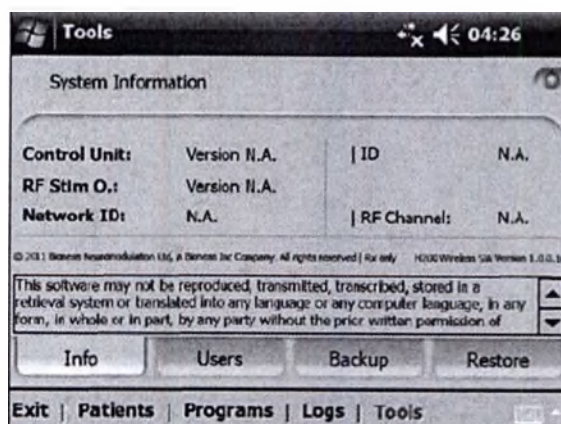

Рис. 8-37 Окно системной информации
2. В меню Tools, нажмите на вкладку Info. См. рисунок 8-37.